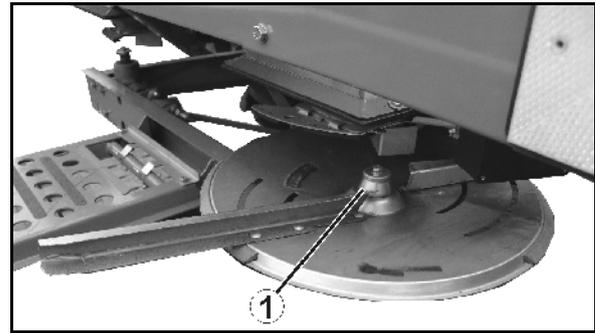

Fig. 59
1. Retirar el tornillo de mariposa (Fig. 59/1).
2. Girar el disco de dispersión de modo que el orificio de \varnothing 8 mm (Fig. 59) quede orientado hacia el centro de la máquina.